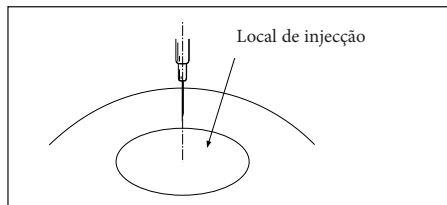

FIGURA 10
- a) Insira uma nova agulha hipodérmica normal, estéril, de calibre 21 (ou inferior), com um bisel de 12º, no local de injeção. Idealmente, a agulha deve entrar perpendicularmente ao topo do local de injeção, conforme apresentado na Figura 10.